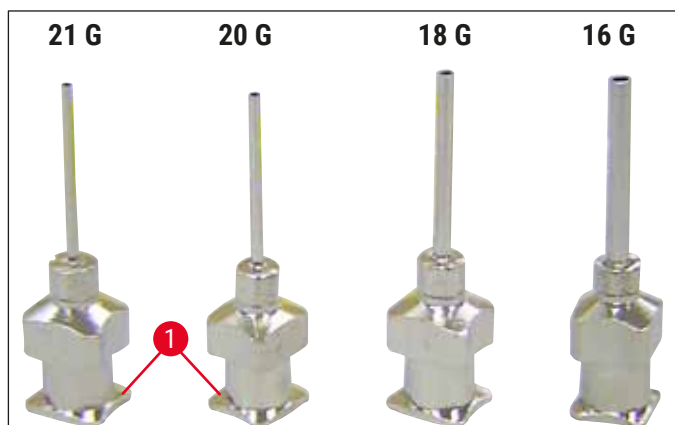

Fig. 14
- Sélectionner l'aiguille du distributeur devant être utilisée pour le recouvrement dans le contenu de la livraison (→ Fig. 14).